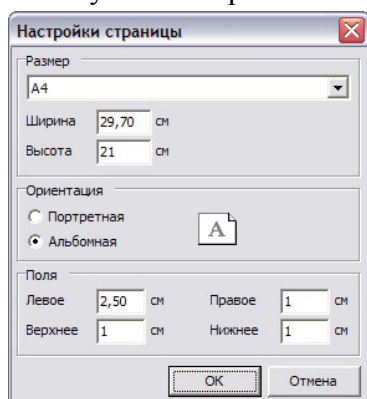

Рис. 4.13 Диалог настройки страницы
- Настроить параметры страницы (размер, отступы от краёв, вид ориентации) нажав на кнопку с пиктограммой  (Рис. 4.13)